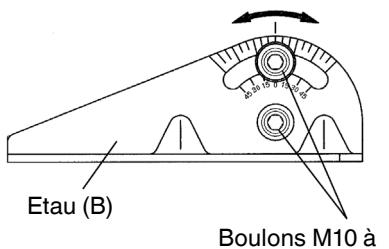

Fig. 8
Desserrer les deux boulons M10 à tête hexagonale de l'étau (B), puis régler la surface de travail sur la mâchoire d'étau à un angle de 0°, 30° ou 45° comme indiqué à la Fig. 7. Lorsque le réglage est terminé, serrer à fond les deux boulons M10 à tête hexagonale comme indiqué à la Fig. 8.